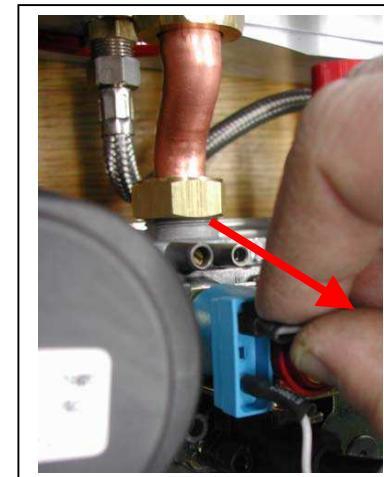

Рисунок 50
- Отсоедините один провод от катушки газового клапана (*Рисунок 50*).